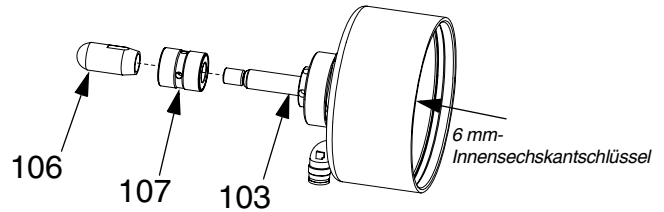

ABB. 9
6. Die Kolbenstange einfetten und die Rillendichtungskartusche (107) gegen das Luftgehäuse (102) einbauen, wobei das offene Ende der Rillendichtung vom Luftgehäuse weg zeigt. Siehe ABB. 9.
7. Überschüssiges Fett vom Gewinde der Kolbenstange abwischen. Violettes, anaerobes Klebemittel (wird mit dem Reparatursatz mitgeliefert) an den inneren und äußeren Gewindegängen auftragen und das Kugelgehäuse (106) danach installieren. Mit 54 N•m (40 ft-lbs) festziehen. Siehe ABB. 9.